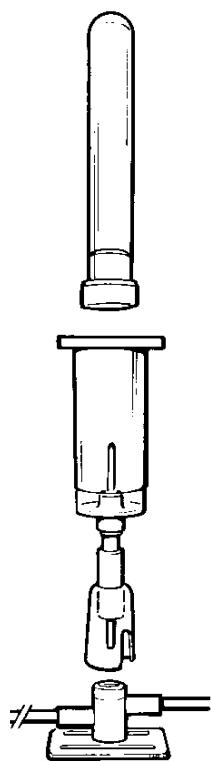

Figure 5 ■ Figure 5 ■ Abbildung 5 ■ Figura 5 ■ Afbeelding 5 ■ Figur 5 ■ Figur 5 ■ Eukóva 5 ■ Figura 5 ■ Obrázek 5
■ 5. ábra ■ Rysunek 5 ■ Obrázok 5 ■ Figur 5 ■ Kuva 5 ■ Фигура 5 ■ Figura 5 ■ Joonis 5 ■ 5 pav. ■ 5. attēls. ■ Şekil
5 ■ Рисунок 5 ■ Slika 5 ■ 图 5 ■ 圖 5 ■ 그림 5